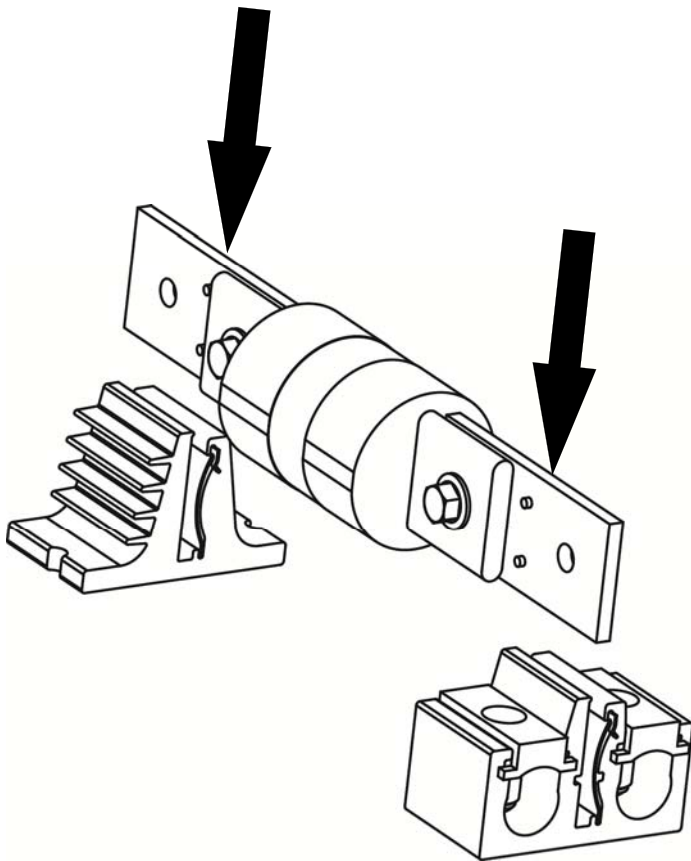

Fig. 3
3. Aligner l'ensemble de fusible « J » avec les bases de ligne et de charge, tel qu'illustré à la Fig. 3. (Pour un interrupteur de 240 volts, repositionner la base de charge dans la position du fusible J.)